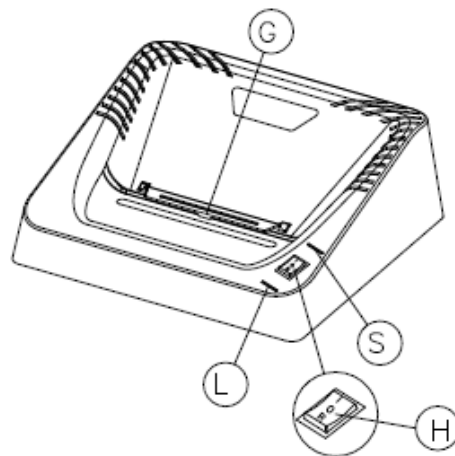

Fig.2
USO DELL'APPARECCHIO Fig.2
Gli apparecchi in grado di distruggere CD/DVD e carte di credito sono muniti di sportellino di protezione (G) Fig.2 che deve essere mantenuto ruotato verso la parte posteriore dell'apparecchio durante la distruzione di carta e deve essere ruotato verso il fronte dell'apparecchio durante la distruzione di CREDIT CARD – CD-ROM/DVD, perché mantiene guidati i supporti ottici nell'area di azione delle fotocellule e protegge l'operatore da eventuali frammenti di plastica.
HOW TO USE THE SHREDDER Fig.2
The machines suitable for shredding CDS/DVDS and credit cards come with a protective door (G) Fig. 2 which must be rotated to the back of the machine when shredding paper and must be rotated to the front when shredding CREDIT CARDS-CD-ROMS/DVDS, because it guides the optical material within range of the optical eyes cells and protects the operator from any plastic fragments.